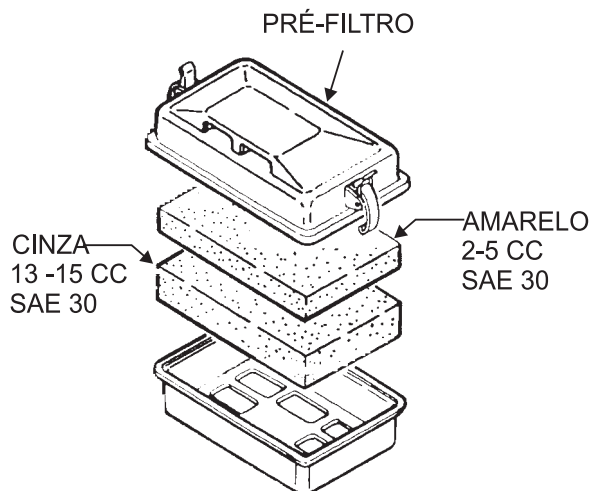

Figura 11. Pré-filtro
- Remova o elemento do pré-filtro (figura 11) na parte superior